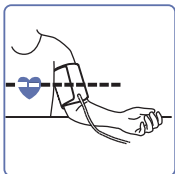

Рис. 6
7. Сядьте на стул и положите руку на стол так, чтобы манжета находилась на уровне сердца (рис. 6).